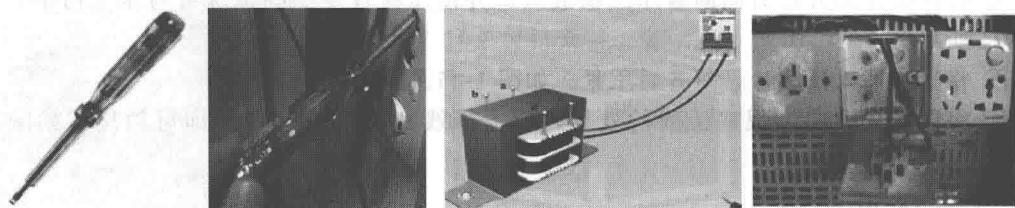

图 1-27 测量电源
① 用正确的握法拿好验电笔，手指触及尾部的金属体，使氖管小窗背光朝向操作者。注意手一定不能触及头部的金属体。
② 在确定带电的地方验证验电笔是否良好。
③ 用验电笔测量图 1-27 所示的 36V、220V 和 380V 电源，观察氖管发光的强弱，结果填入表 1-1 中。